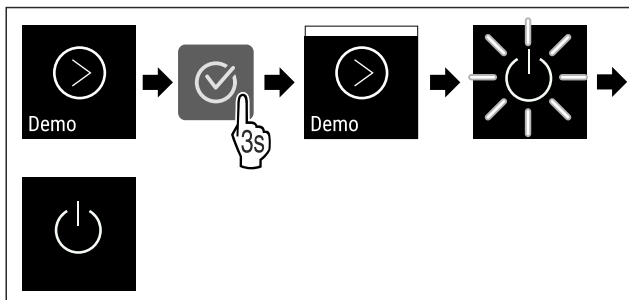

Fig. 110
- ▶ Izvedite zahtevane korake (glejte Fig. 110) .